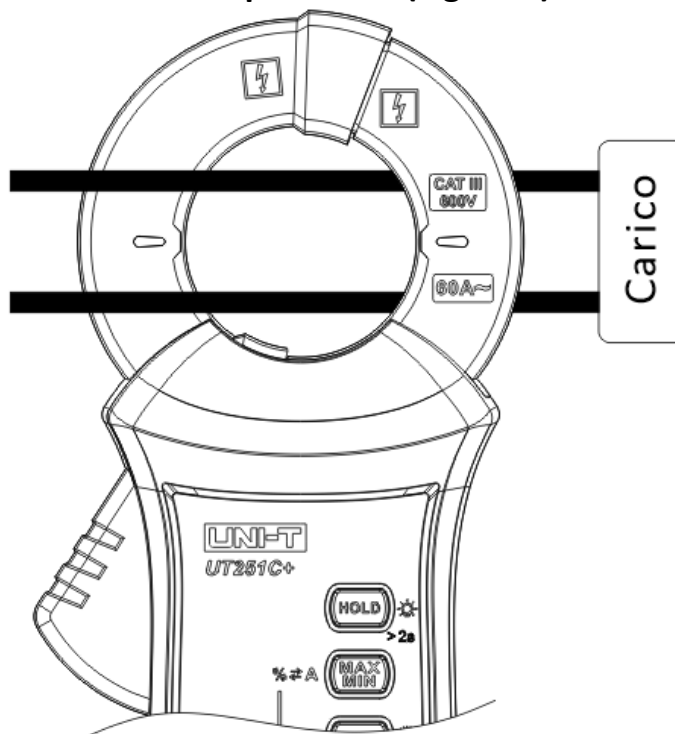
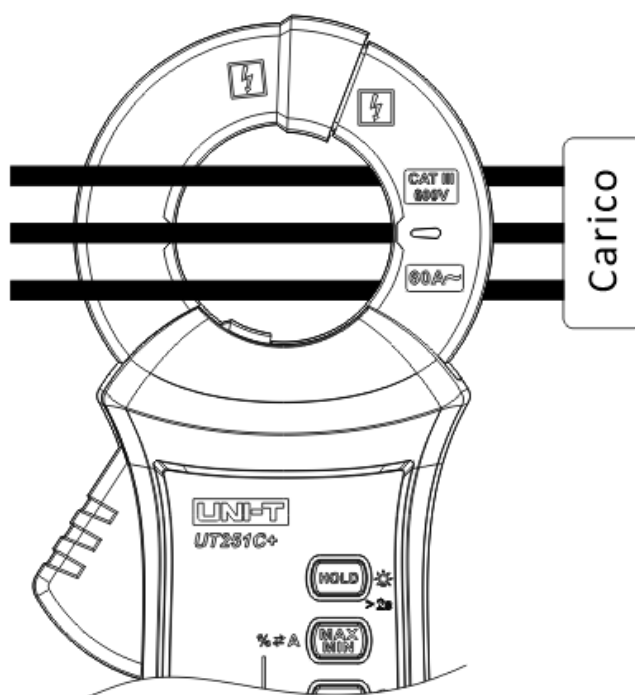
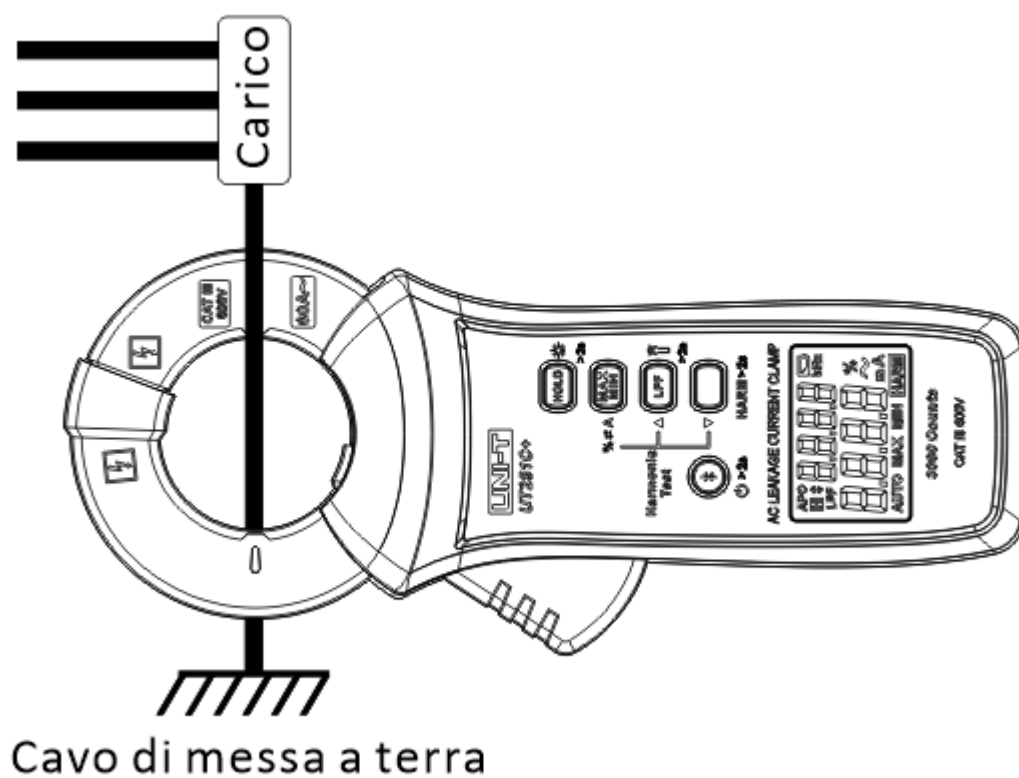

Figura 2-1 Misurazione della corrente di dispersione CA per conduttori a due fili
Figura 2-2 Misurazione della corrente di dispersione CA per fili monofase o trifase ad anello
Figura 2-3 Misurazione della corrente di dispersione CA per un singolo filo di messa a terra
- 4) Misurare la corrente di dispersione CA per i cavi a due fili monofase, i cavi a tre fili monofase o i cavi a tre fili trifase e il singolo cavo di messa a terra. Come mostrato nella Figura 2-1, Figura 2-2 e Figura 2-3.